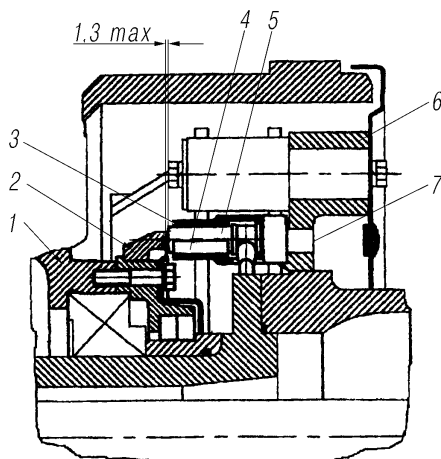

Рис. 60. Установка датчика АБС в колесном узле заднего моста:
**Индуктивный датчик** (рис. 60) устанавливается в тормозных механизмах передних и задних колес. Вращение колес контролируется при помощи импульсного зубчатого кольца напрессованного на ступицу.